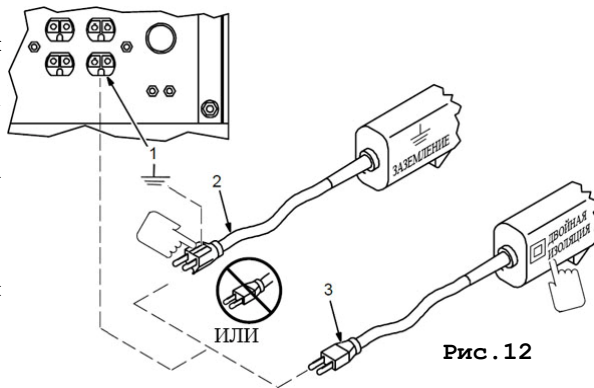

Рис. 12
10.3.5. Подключаемые потребители должны иметь (рис. 12):